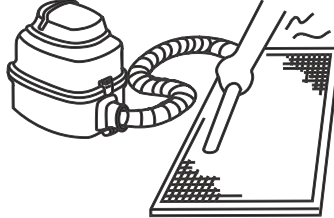

Figura 37
- a. O lado da entrada de ar deve ficar voltado para cima quando se utiliza um aspirador de pó. (Consulte a Figura 37)